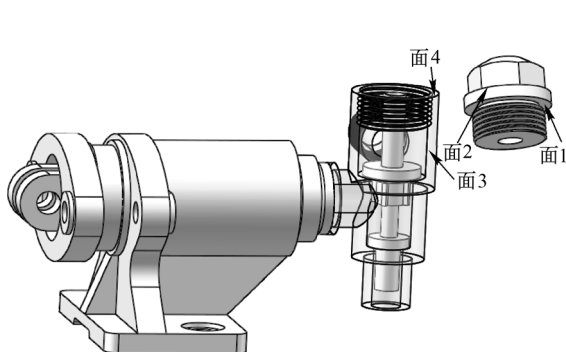

图 13-164 插入“阀盖”到装配体
① 插入阀盖。选择菜单栏中的“插入”→“零部件”→“现有零件/装配体”命令，或单击“装配体”工具栏中的“插入零部件”按钮，在弹出的“打开”对话框中选择“阀盖”，将其插入到装配界面中，如图 13-164 所示。
② 添加装配关系。单击“装配体”工具栏中的“配合”按钮，选择图 13-164 中的面 2 和面 3，添加“同轴心”关系；选择图 13-164 中的面 1 和面 4，添加“重合”关系；单击“确定”按钮，完成阀盖的装配，如图 13-165 所示。